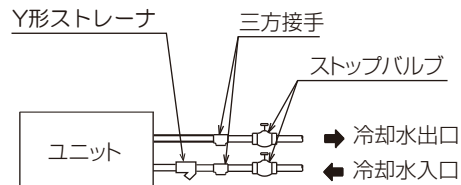

図 3
- WT形の場合：木枠に固定しているボルトおよびユニットに固定しているネジを外して取付足を外し、(図3-A)ユニットの※印の穴に取付けます。(図4)
- MT形の場合：付属の取付足をユニットの※印の穴(図3-B)に取付けます。(図4)
(図3-A) WT形の場合
(図3-B) MT形の場合
- ・ ストップバルブと水側熱交換器洗浄のための三方接手を冷却水出入口配管に取付けてください。(図 3)